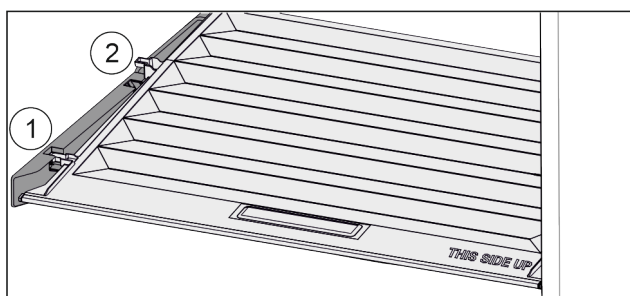

Fig. 43
- ▶ Vytáhněte víko dopředu až k otvoru v přídržných dílech Fig. 43 (1).
- ▶ Vzadu zesopu nadzvedněte a vyjměte směrem nahoru Fig. 43 (2).